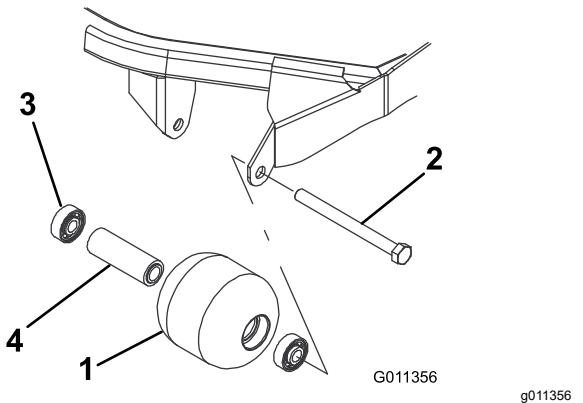

Рисунок 81
- Снимите болт крепления валика (Рисунок 81).
- Осмотрите корпус, подшипники и распорную втулку подшипника валика на наличие повреждений (Рисунок 81). Замените все поврежденные компоненты и соберите их.
- Запрессуйте передний подшипник в корпус валика (Рисунок 81). Прикладывайте усилие только к наружному кольцу или одинаковое усилие к внутреннему и наружному кольцам.
- Вставьте втулку подшипника (Рисунок 81).
- Запрессуйте второй подшипник в корпус валика (Рисунок 81). Запрессуйте, нажимая с одинаковым усилием на внутреннее и наружное кольца до тех пор, пока внутреннее кольцо не войдет в контакт с проставкой.